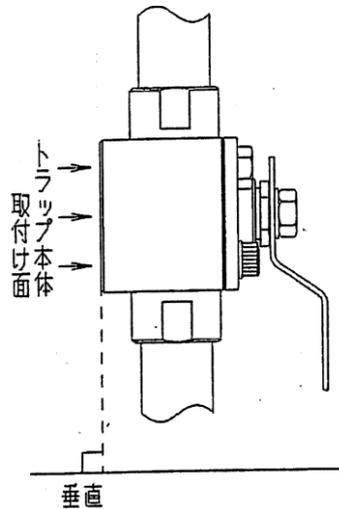

図4
(1)コネクタは360度全方向配管可能ですが図4の様にトラップ本体取付け面が垂直になる様に配管してください。